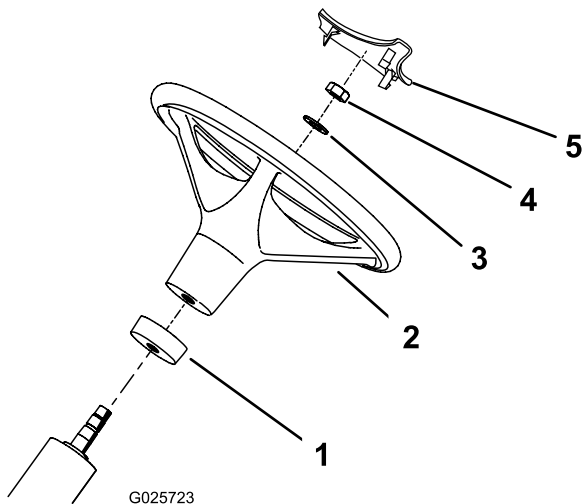

図 2
2. ウレタン製カラーを、径の小さい方からステアリングシャフトにはめ込む 図 2。
3. ハンドルをステアリングシャフトにはめ込む (図 2)。
4. ハンドルをステアリングシャフトにはめ込み、ワッシャとロックナットで固定する 図 2。
6. ステアリングハンドル用のカバーをハンドルの所定位置に押し込むようにして取り付ける 図 2。